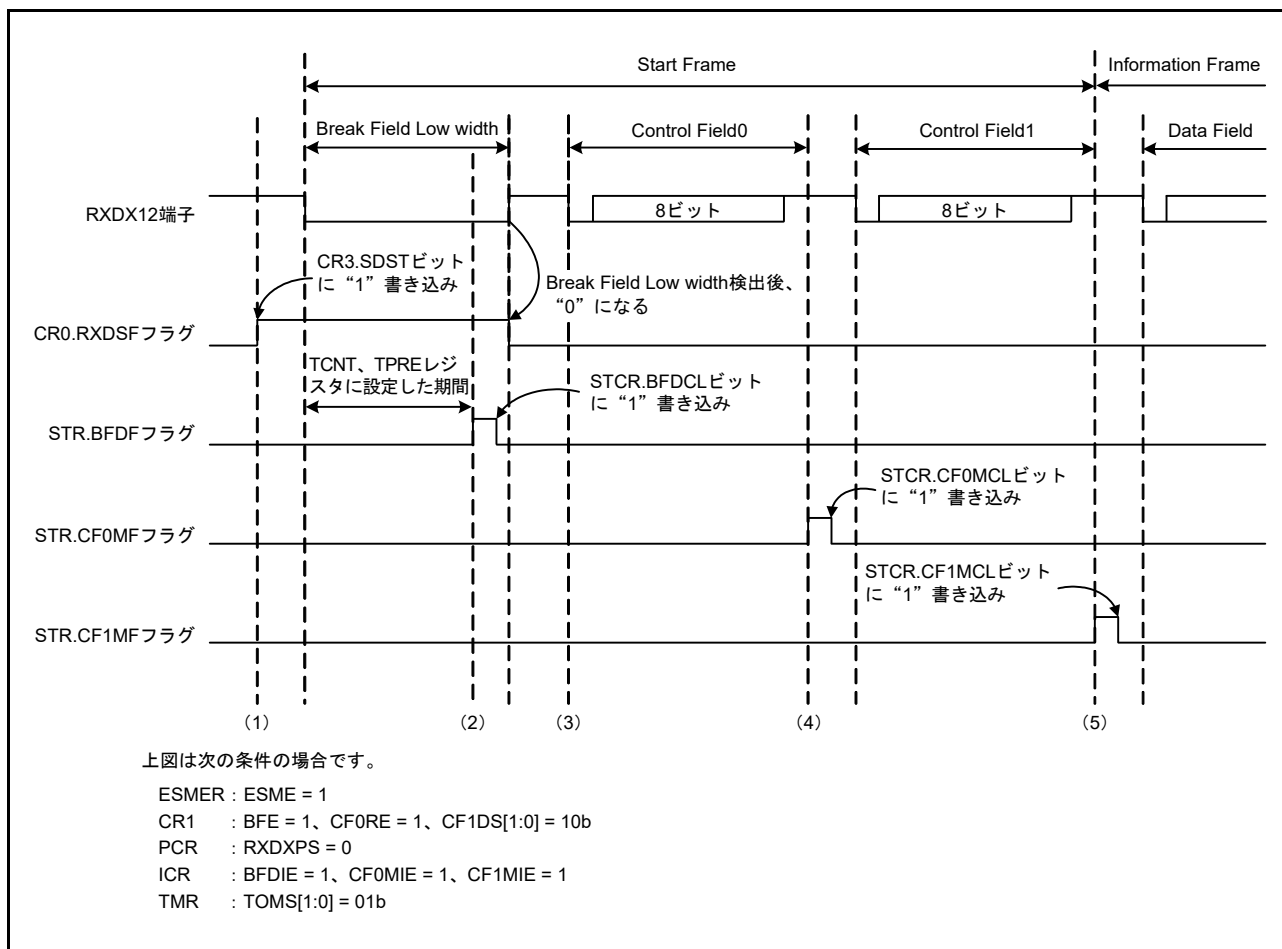
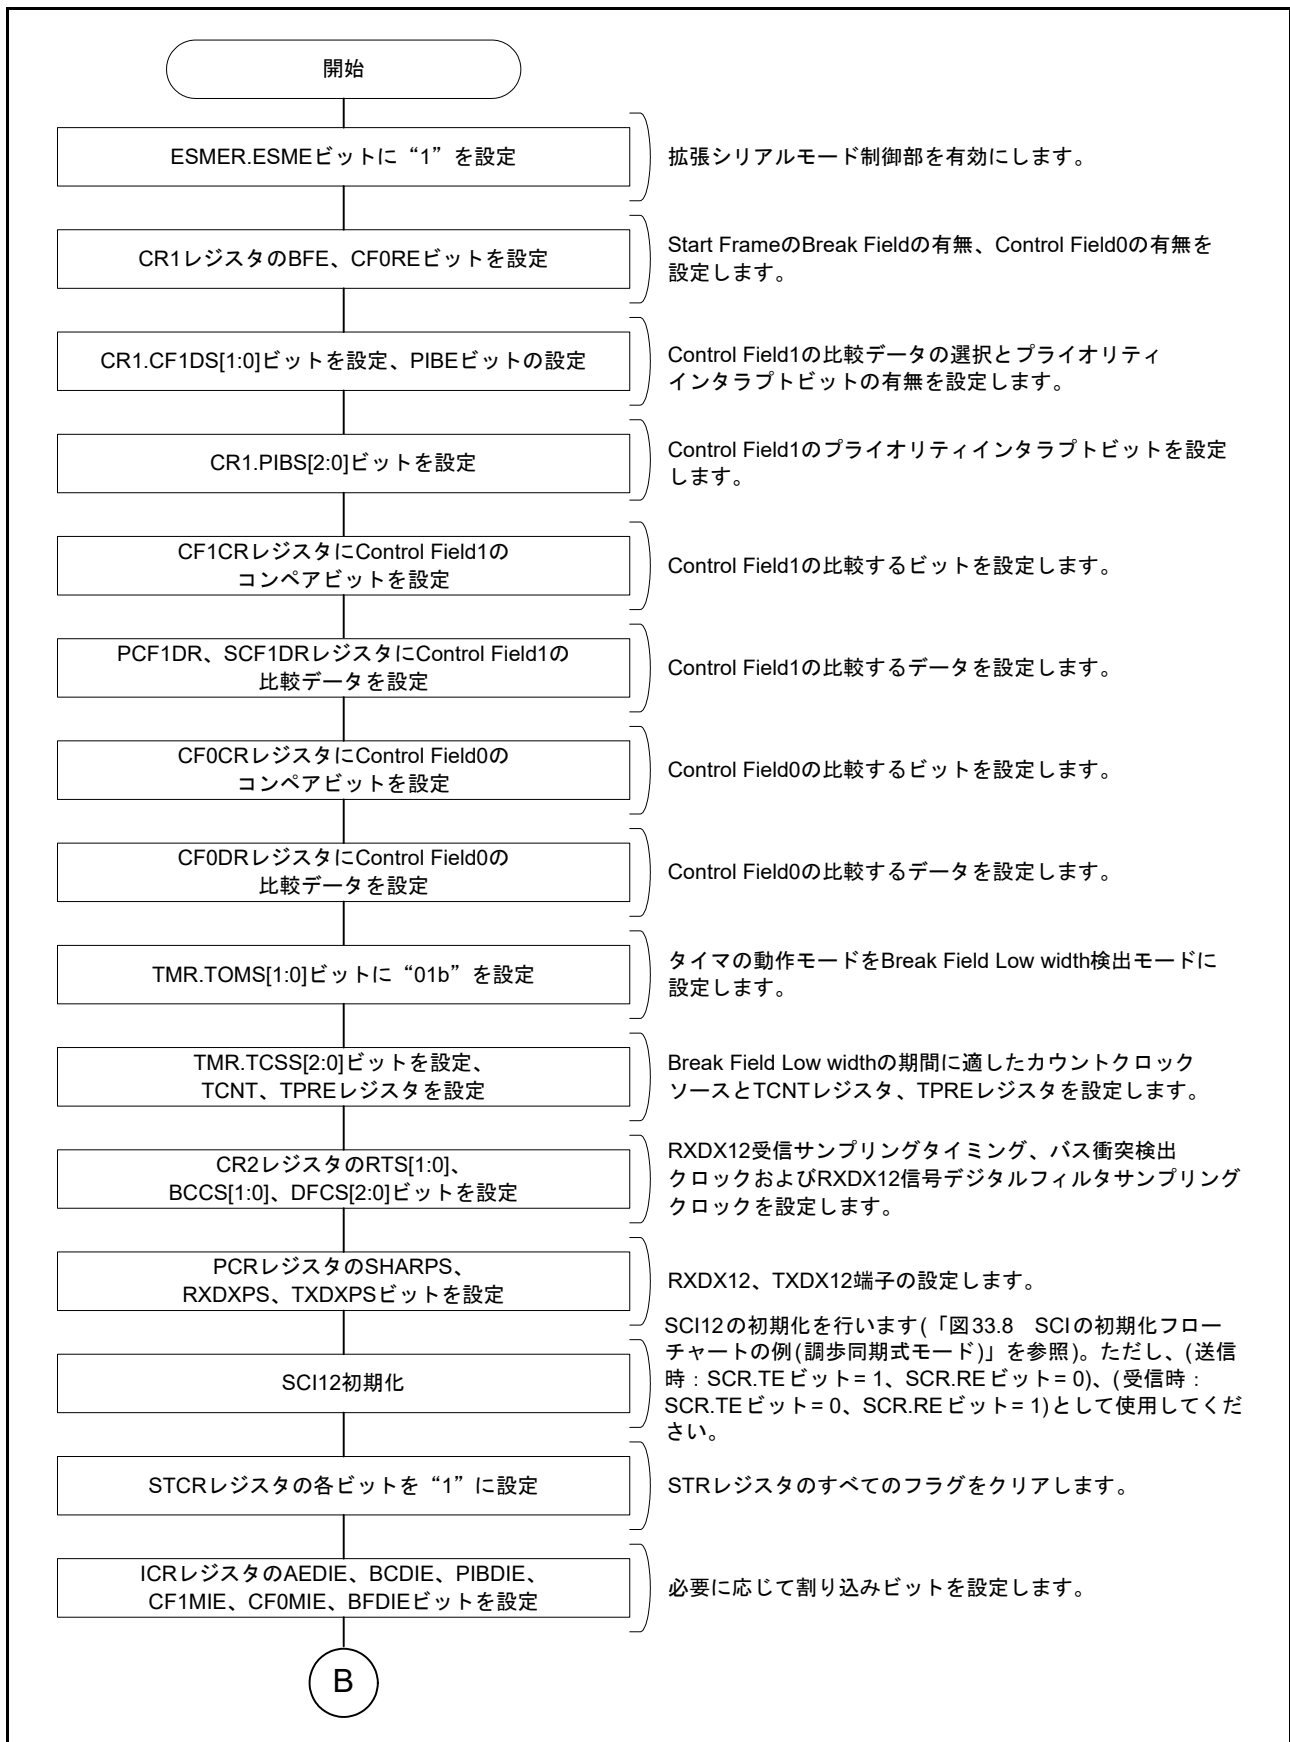
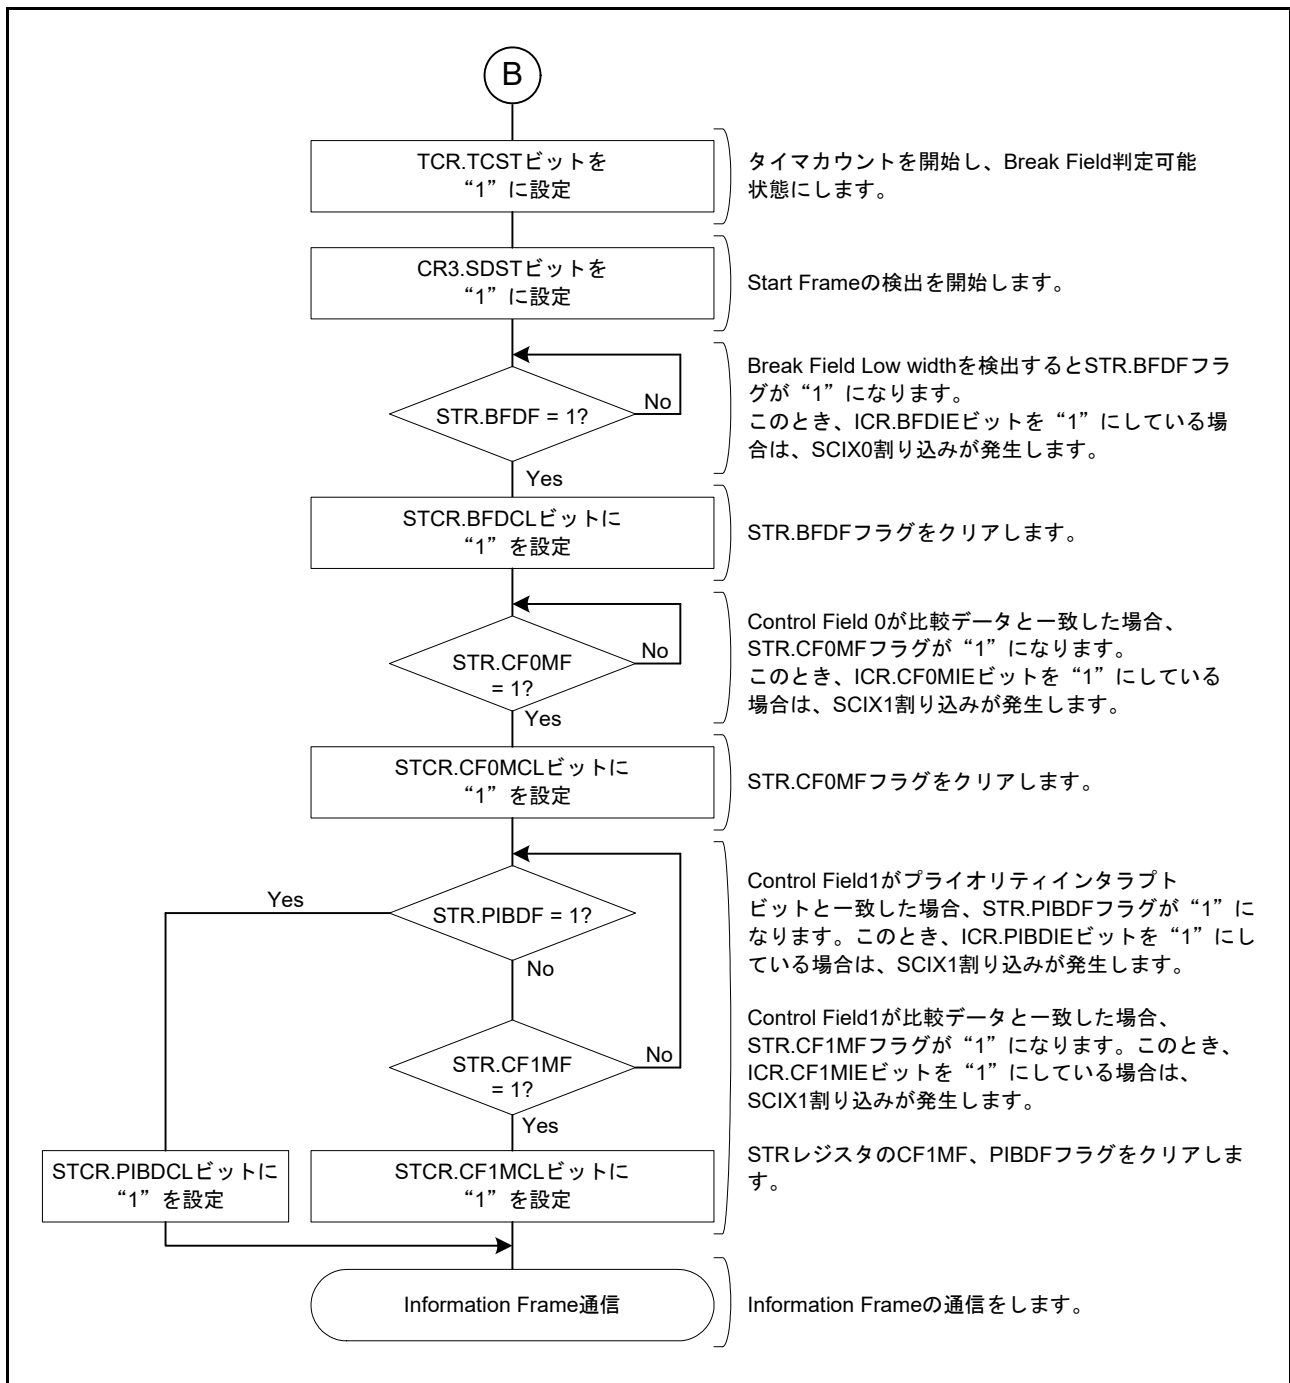
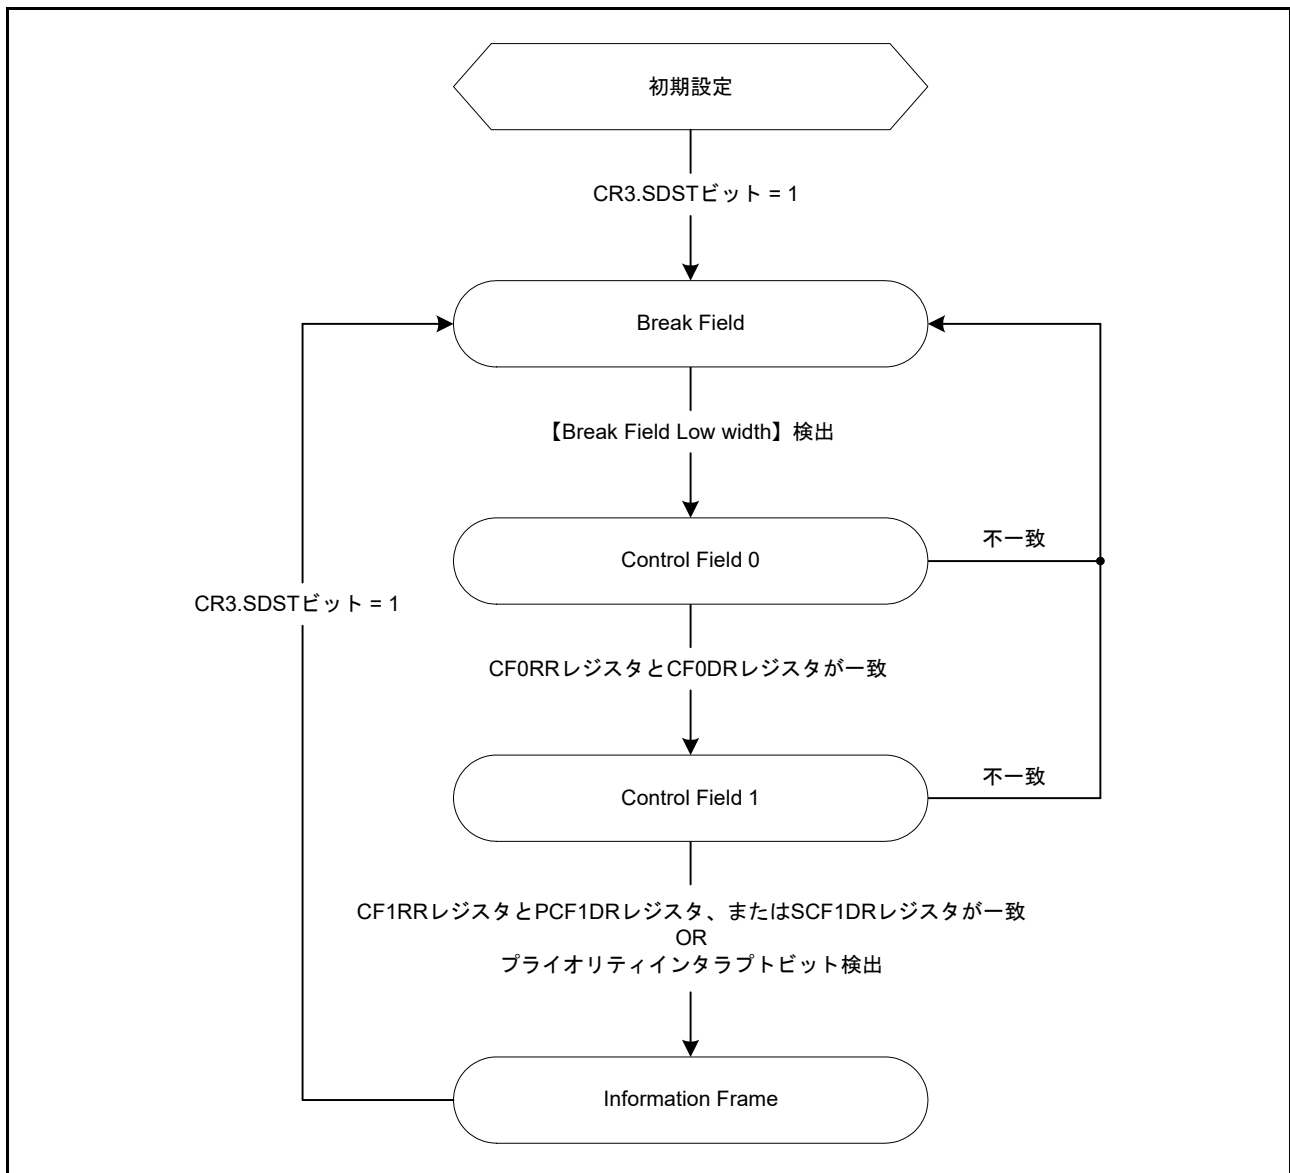

図 33.64 Start Frame 受信時の動作例
図 33.65 Start Frame 受信フローチャート例 (1)
図 33.66 Start Frame 受信フローチャート例 (2)
図 33.67 Start Frame 受信時の状態遷移図
図 33.64 に Break Field Low width、Control Field 0 および Control Field 1 で構成される Start Frame の受信時の動作例を示します。また、図 33.65、図 33.66 に Start Frame の受信を行うためのフローチャート、図 33.67 に Start Frame 受信時の状態遷移図を示します。
(1)～(4) は図 33.64 の Start Frame 受信時の動作例 (1)～(4) と同様になります。
(5) CR1.PIBS[2:0] ビットで指定したビットの値が PCF1DR レジスタに設定した値と一致した場合、STR.PIBDF フラグが“1”になります。また、ICR.PIBDIE ビットを“1”にしている場合は、SCIX1 割り込みが発生します。その後、Information Frame の通信を行います。Control Field 1 で受信したデータが PCF1DR レジスタまたは SCF1DR レジスタに設定したデータのどちらとも一致せず、プライオリティインタラプトビットも検出しない場合は、Break Field Low width 検出前の状態に遷移します。